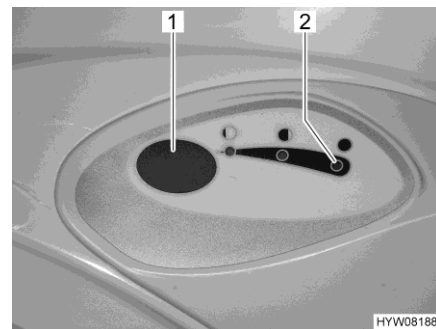

Bild 277 Spülknopf/Kontroll-Leuchte (Thetford-Toilette)
- Zum Spülen den blauen Spülknopf (Bild 277,1) drücken.
Die Kontroll-Leuchte (Bild 277,2) leuchtet, wenn der Fäkalientank entleert werden muss.